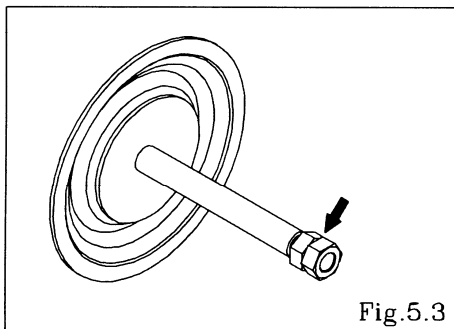

Fig.5.3
- Retire las tuercas en el lado opuesto utilizando tuercas dobles. [Fig. 5.3]